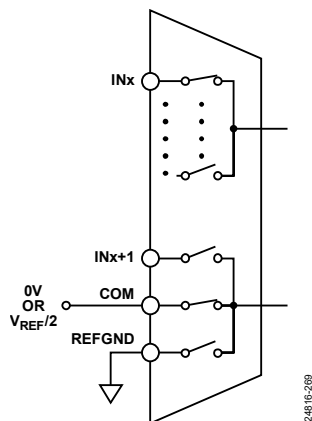

図 67. チャンネル設定オプション B
- 図 67、 $IN0 \sim IN15$  が  $COM$  とペアリング